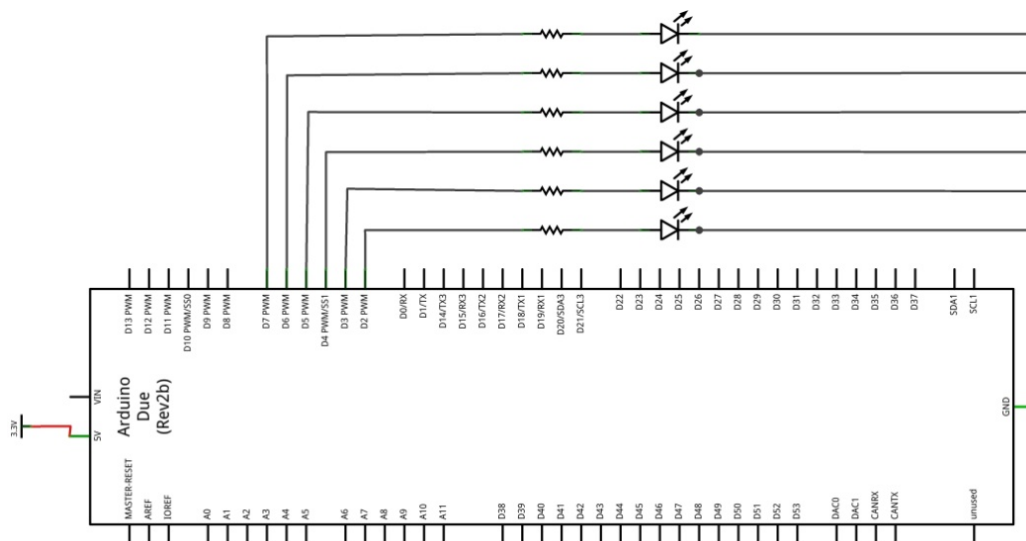

Figura 2.7. Diagrama de conexiones para práctica 5.
- Implementar el diagrama mostrado en la figura 2.7.